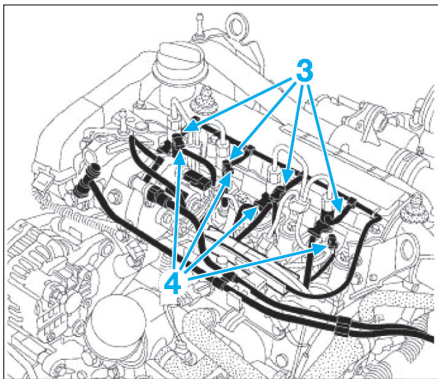

Fig. 70
- le connecteur du régulateur de débit basse pression (2),
- les connecteurs des injecteurs (3) (Fig.70),